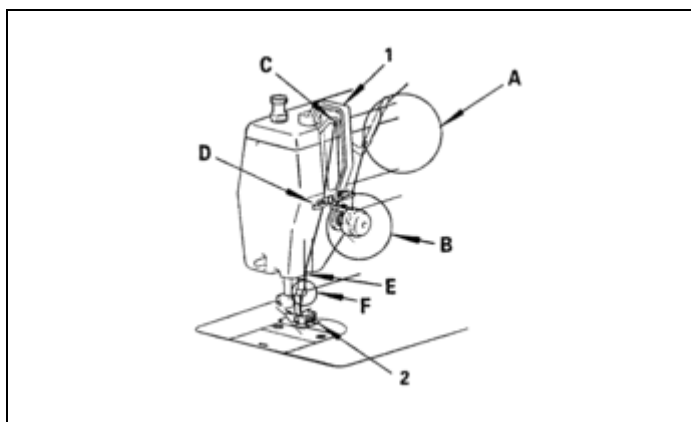
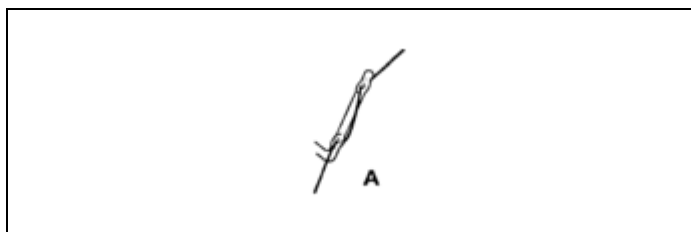
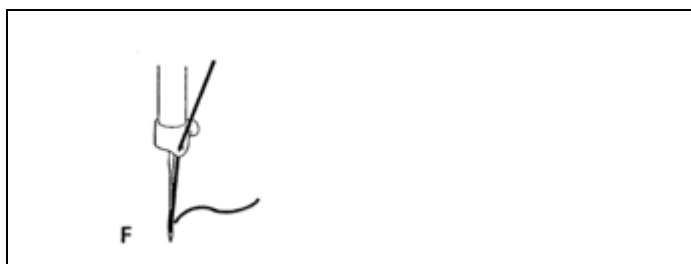

Fig. 13
Fig. 14
Fig. 16
12. PASSANDO A LINHA (Fig. 13, 14, 15 e 16)
1. Levante a barra de agulha para a posição mais alta, em seguida puxe o fio para fora e através de A (Fig. 13), B (Fig. 14), C, D, E e F (Fig. 16).